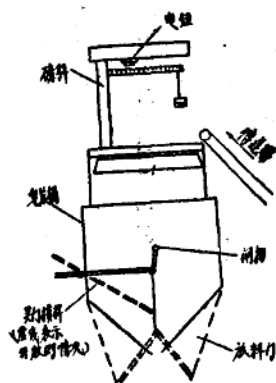

图3 自动磅秤
(1) 自动磅称(如图3) 其主要部分系利用普通磅装上一电鈕，当傳送带送入皂片桶的皂片到达100公斤时，磅称上的鋼杆向上翘起而触及电鈕，使馬达停止轉动；皂基不再繼續加入，这时把皂片桶閘扣拉动，放皂閘門即行开启，皂片落入攪拌車內。